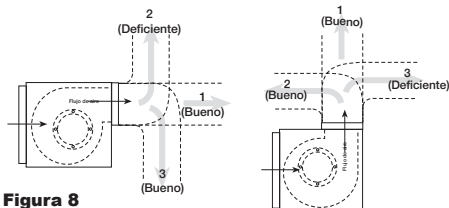

Figura 8
3. La instalación de la red de conductos es fundamental para el rendimiento del ventilador, como se muestra en la Figura 8. Se recomienda la red de conductos rectos